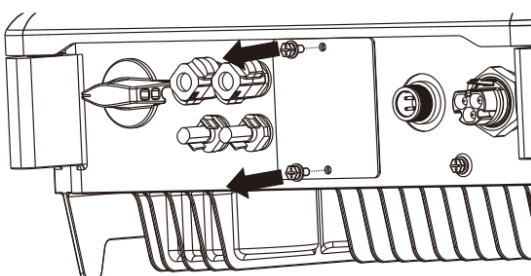

Abb. 26. Abdeckplatte entfernen
2. Abdeckplatte von Gehäuseboden entfernen. (siehe Abb. 26)